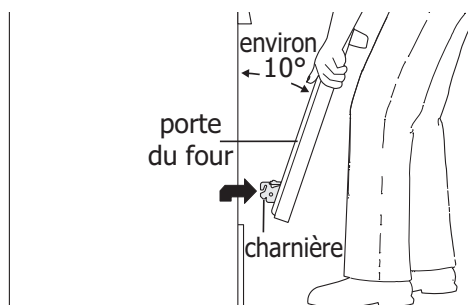
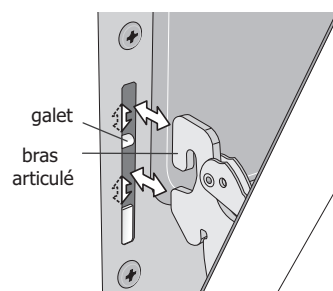

Figure 28 : Soutien de la porte pour la dépose
Figure 29 : Repose du bras articulé et du galet
3. Saisir fermement les deux côtés de la porte du four. Ne pas la soulever par la poignée (voir Figure 28).
4. Ouvrir la porte à un angle d'environ 10 degrés du cadre de porte (voir Figure 28).
5. Soulever les bras articulés hors des galets situés de part et d'autre du cadre de four (voir Figure 29).
1. Saisir fermement les deux côtés de la porte du four. Ne pas la soulever par la poignée (voir Figure 28).
2. Tout en tenant la porte au même angle que pour la dépose, asseoir le crochet du bras articulé sur les galets situés de part et d'autre du cadre de four (voir Figure 28 et Figure 29). Le crochet du bras articulé doit s'asseoir fermement sur les galets.